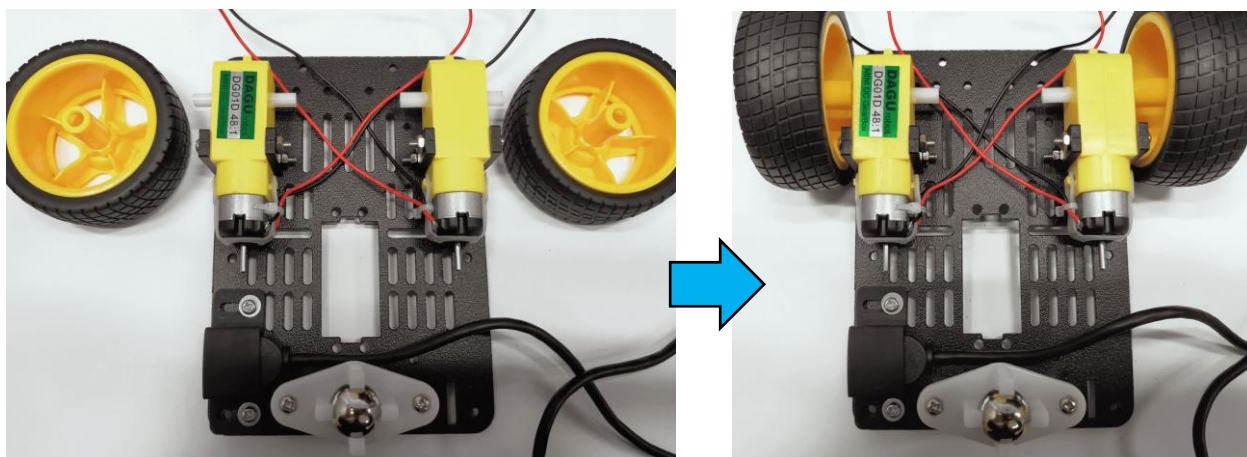

図 2-8 前輪タイヤの取り付け
前輪となるタイヤ⑳を図 2-8 のように左右のモーターに取り付けます。